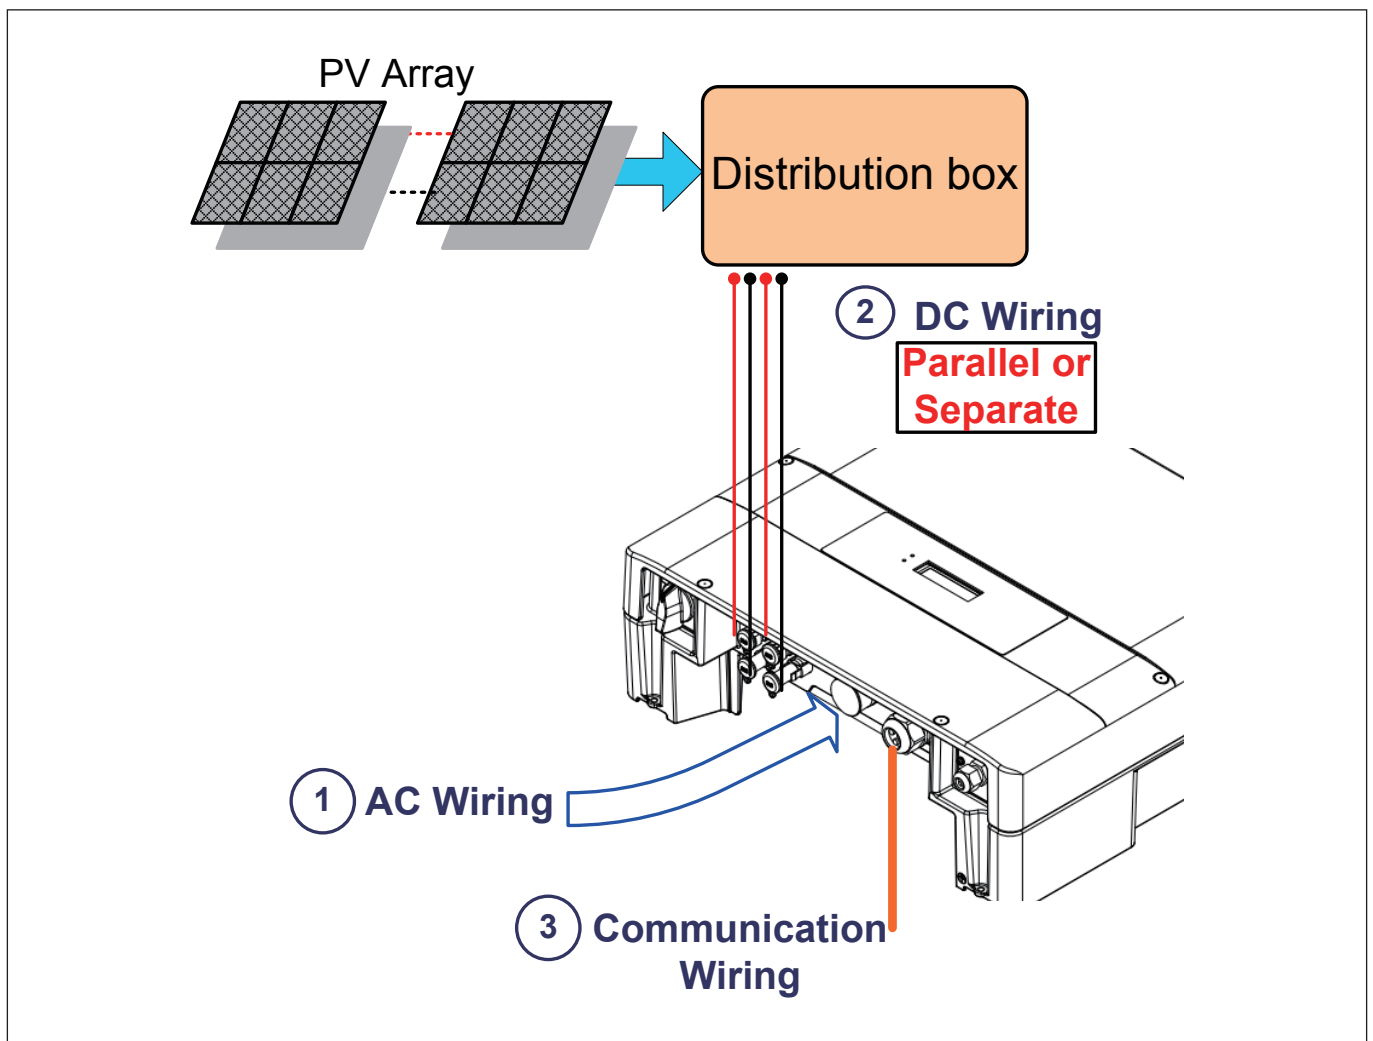
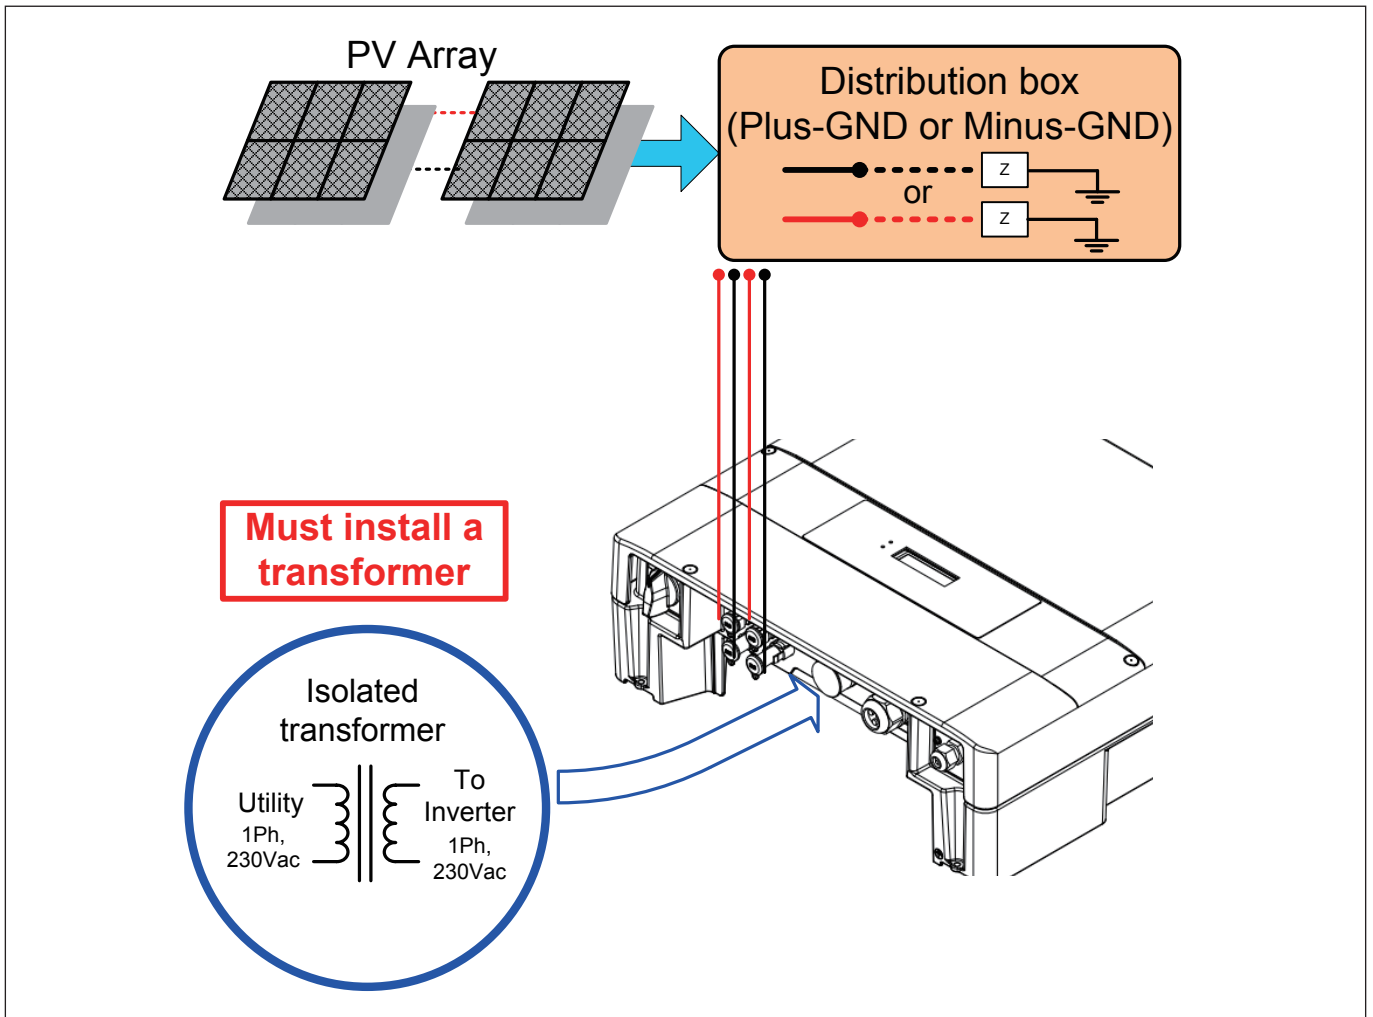

图5-1：太阳能逆变器配线图(DC侧不接地)
图5-2：太阳能逆变器配线图(DC侧正接地或负接地)
4. 系统配线图如图5-1或图5-2所示。
5. 如图5-1所示，产品可接受2组DC并联输入(2组最大功率追踪和2组并联输入)。